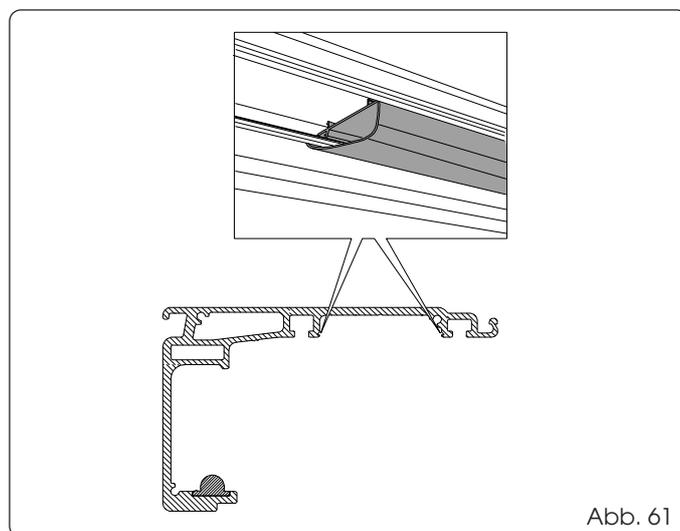

Abb. 61
Die Kabelführungskanäle in die nicht vom Antriebsmodul belegte Aufnahme des Stützprofils laut den Angaben in Abb. 61 Bez. ① eindrücken.